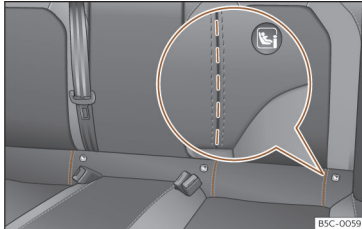

Fig. 31 Bancheta din spate: fante pentru accesarea inelelor de ancorare ISOFIX/i-Size.
automobile, inelele sunt fixate de cadrul banchetei, iar în altele acestea sunt prinse în podeaua din spate. Inelele de ancorare „ISOFIX” sunt amplasate între spătarul și perna banchetei» **fig. 31**. Inelele Top Tether sunt amplasate pe partea din spate a spătarului
- Deschideți secțiunea decupată din spatele canalelor marcate, pentru a accesa inelele de reținere»» fig. 31.